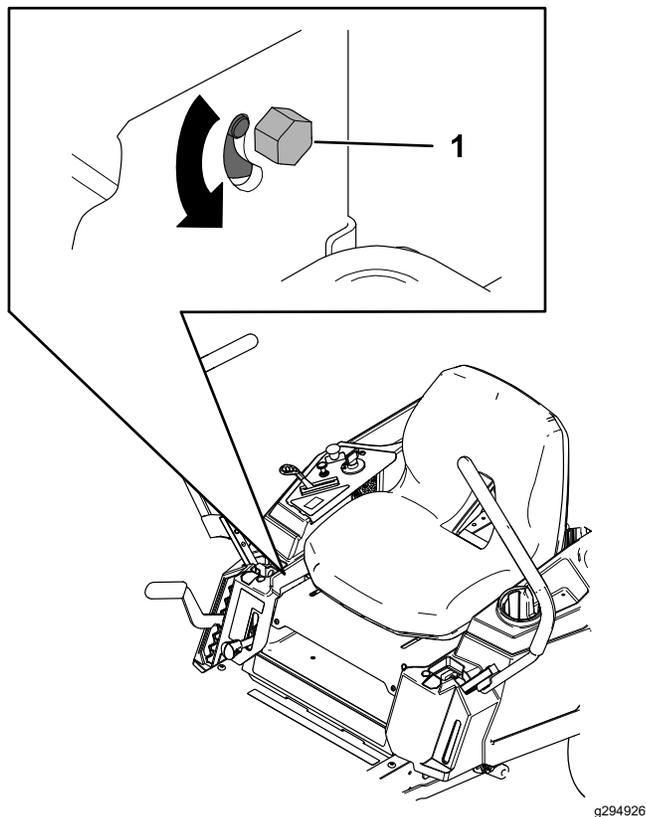

Рисунок 54
3. Найдите болт регулировки прямолинейности движения рядом с рычагом управления движением на той стороне, где требуется регулировка (Рисунок 54).